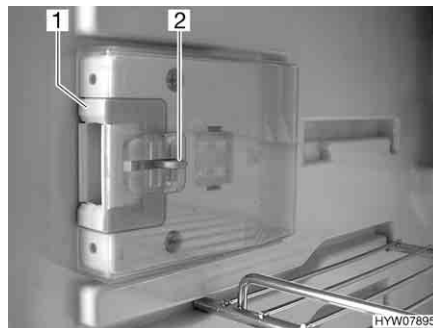
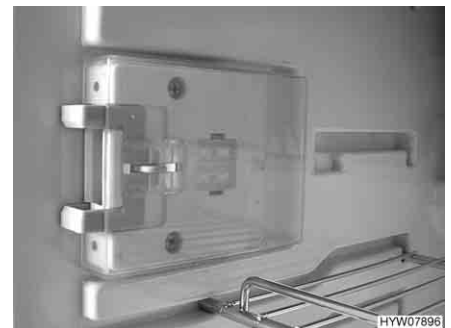

Bild 175 Verschlusseinrichtung in Normalstellung
Bild 176 Verschlusseinrichtung in Lüftungsstellung
■ Die Entriegelung (Bild 175,2) eindrücken.
■ Die Verschlusseinrichtung (Bild 175,1) nach vorn schieben (Bild 176).